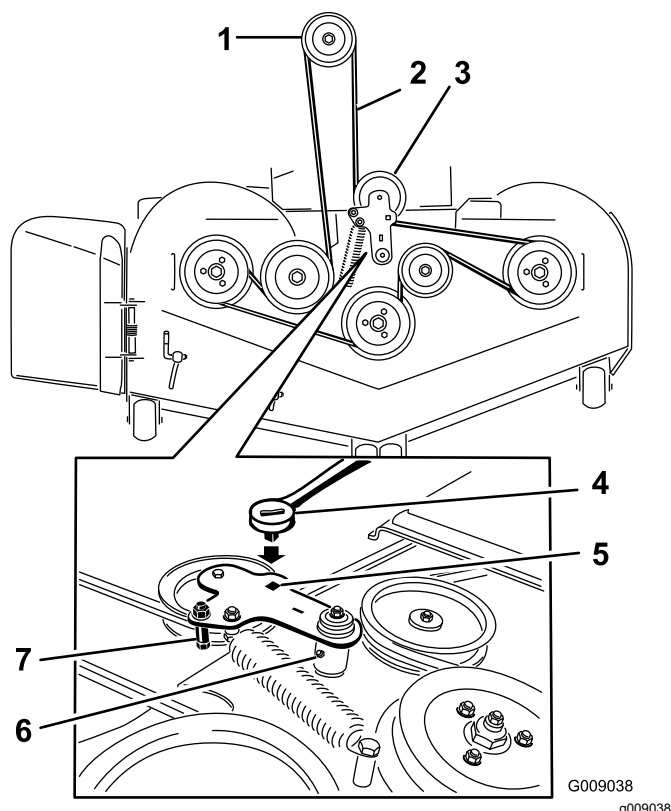

Figura 91
7. Utilice una llave de carraca en el taladro cuadrado del brazo tensor para aliviar la tensión del muelle tensor (Figura 91).
9. Instale la guía de la correa en el brazo tensor tensado con muelle (Figura 91).
11. Pase la correa nueva alrededor de las poleas del cortacésped y de la polea del embrague, debajo del motor (Figura 91).
12. Instale la guía de la correa en el brazo tensor (Figura 91).
13. Utilizando la llave de carraca en el taladro cuadrado, instale el muelle tensor (Figura 91).